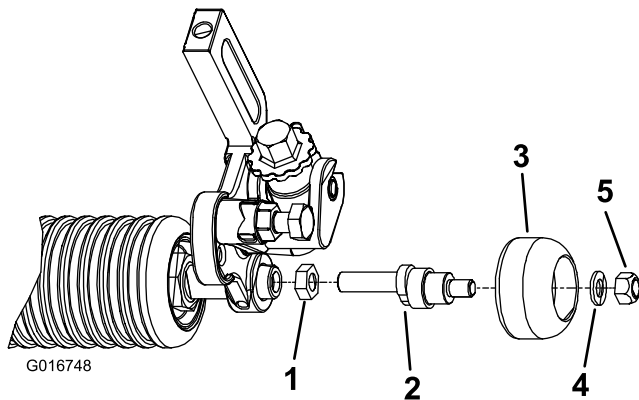

图1
2. 将顶部变形的锁紧螺母一直穿到偏心轴较长的螺纹端上（图1）。锁紧螺母的变形端在后面。不要拧紧。
3. 将 Blue Loctite（蓝色乐泰胶）涂在偏心轴较长螺纹端的螺纹上（图1）。
5. 将辅助滚筒总成插入到偏心轴的另一端，然后用垫圈和锁紧螺母固定（图1）。